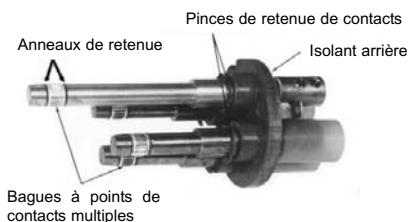

Figure 7. Localisation des pinces de retenue des contacts
4. Une fois les contacts bien enfoncés dans l'isolateur arrière, installer les clips de retenue sur chacun d'entre eux. Voir la figure 7.